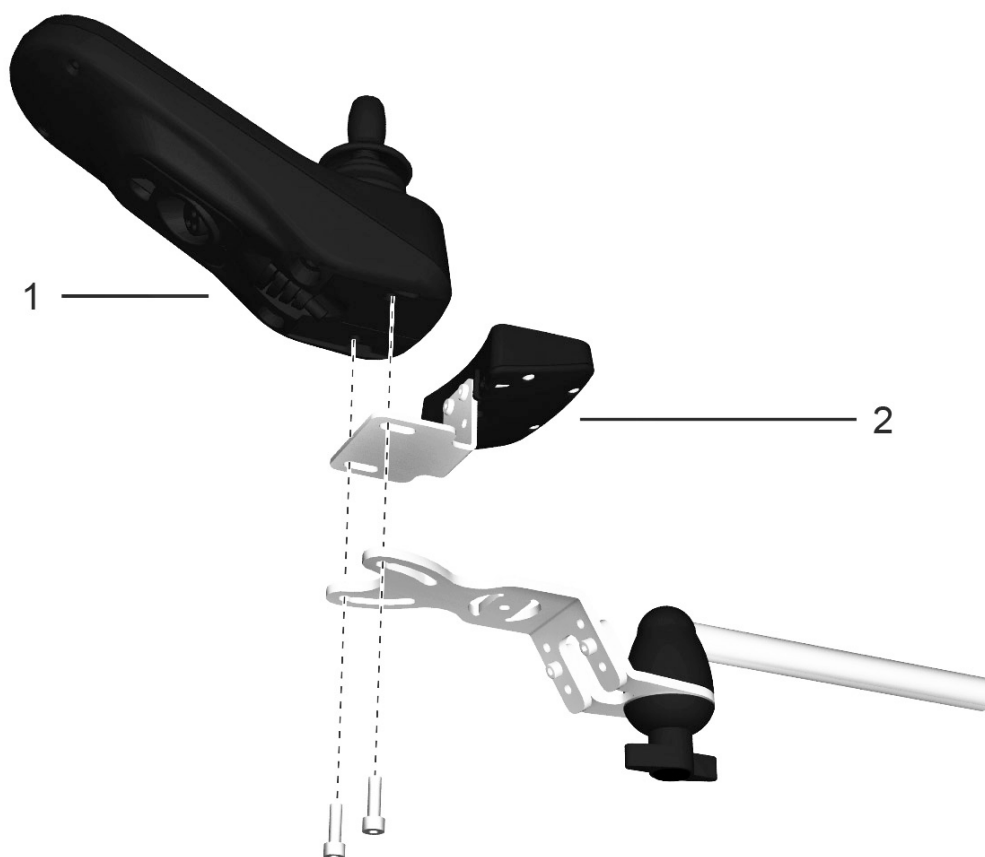

Abbildung 121. Das Steuerpult ist mit zwei Schrauben befestigt.
4. Steuerpult (1) demontieren. Er ist mit zwei Schrauben befestigt. Diese beiden Schrauben fixieren auch die Halterung des Sitzsteuerpults (2), falls montiert. Siehe Abbildung. 121.